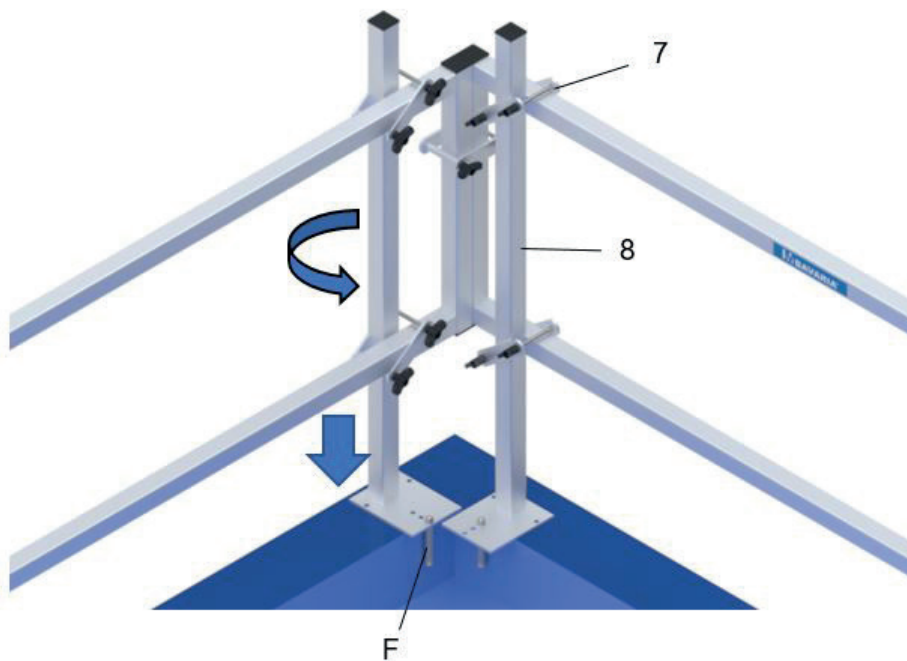

Abb. 10: Montage Sicherungsset 0838 907 361
Die Pfosten (8) des Sicherungsset 0838907361 wie in Abb. 10 montieren. Dabei die Fußplatte spielfrei auf die Attika aufstellen. Die Pfosten können wahlweise vor oder hinter dem Geländerrahmen montiert werden. Die Befestigung der Pfosten erfolgt über je zwei Verbinder (7). Flügelmuttern handfest anziehen. Für einen spielfreien Anschlag an der Attika können der Pfosten gedreht und/oder der Anschlagfinger (F) in der Grundplatte versetzt werden.